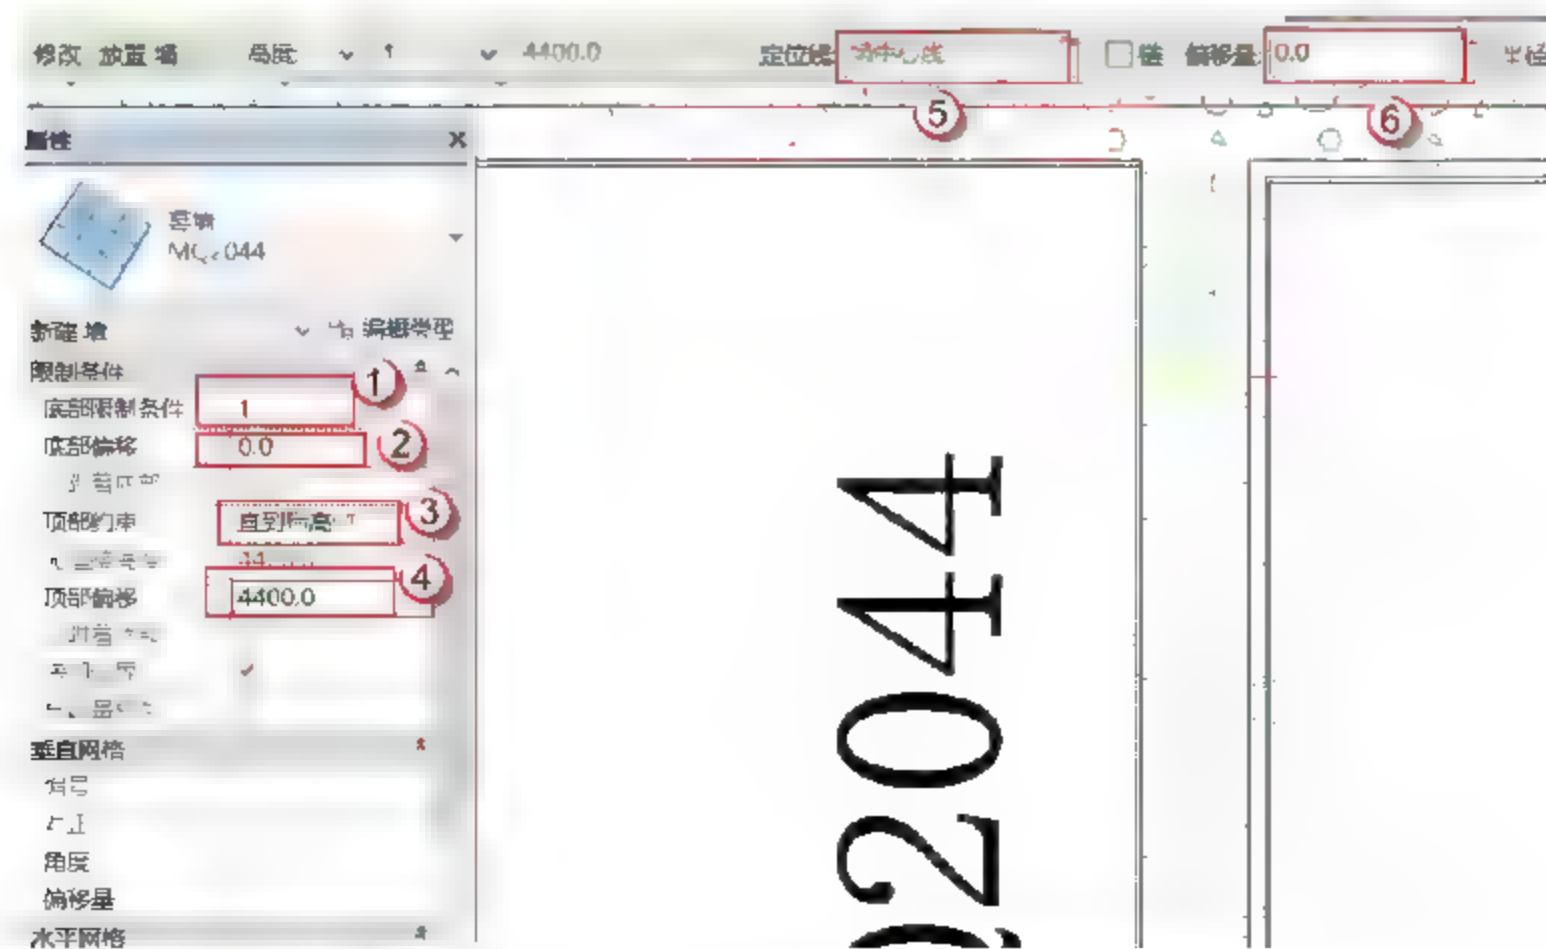
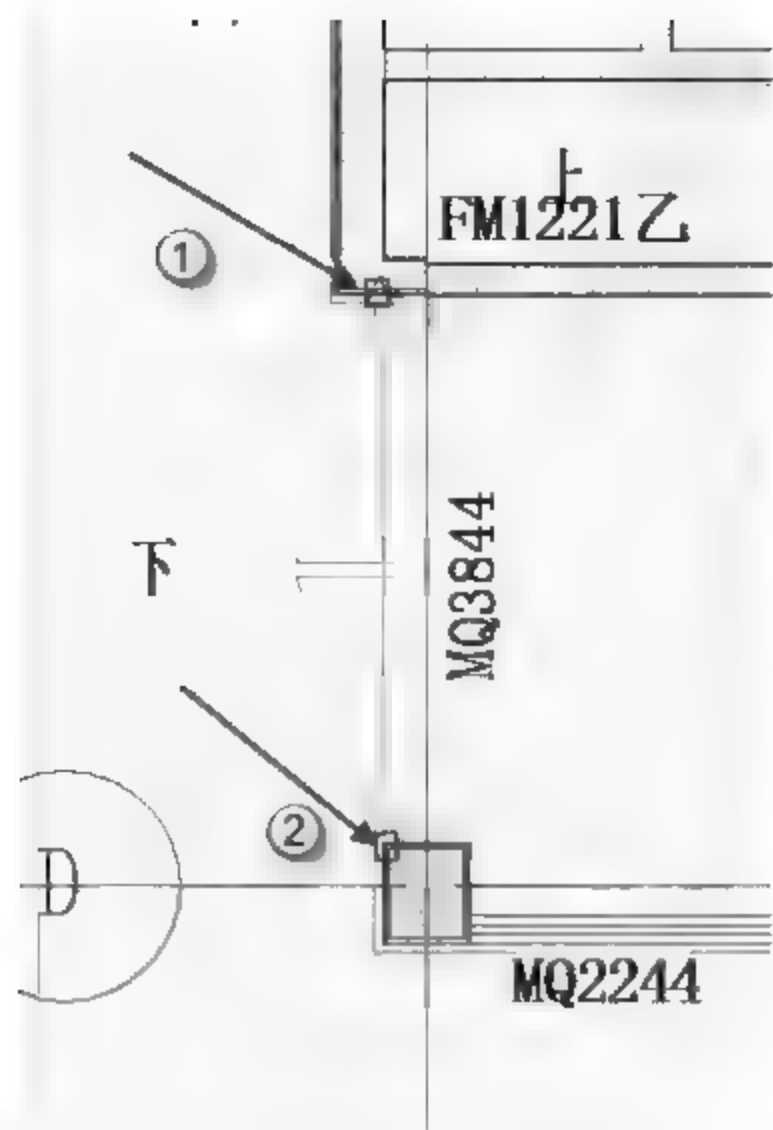
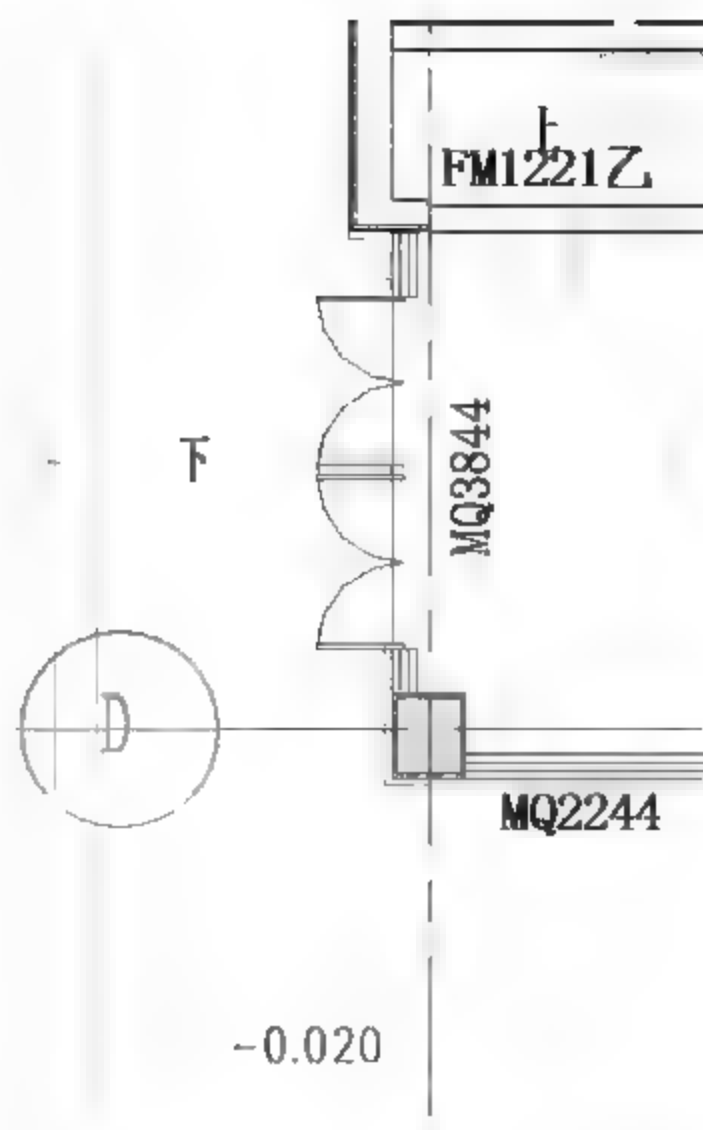

图 10.3.25 “MQ3844”的绘制参数设置
图 10.3.26 “MQ3844”的绘制捕捉点
图 10.3.27 “MQ3844”绘制完成图
(3) “MQ3844”的绘制。选择“建筑”→“墙”→“MQ3844”命令，也可以直接按快捷键 W+A，再选择“MQ3844”。设置“MQ3844”的绘制参数，将“底部限制条件”改为“1”，“底部偏移”为“0”，“顶部约束”为“直到标高：1”，“顶部偏移”为“4400mm”，“定位线”为“墙中心线”，“偏移量”为“100mm”，如图 10.3.25 所示。参数设置完成后依次捕捉如图 10.3.26 所示的“1”点和“2”点绘制出“MQ3844”，绘制完成后如图 10.3.27 所示。